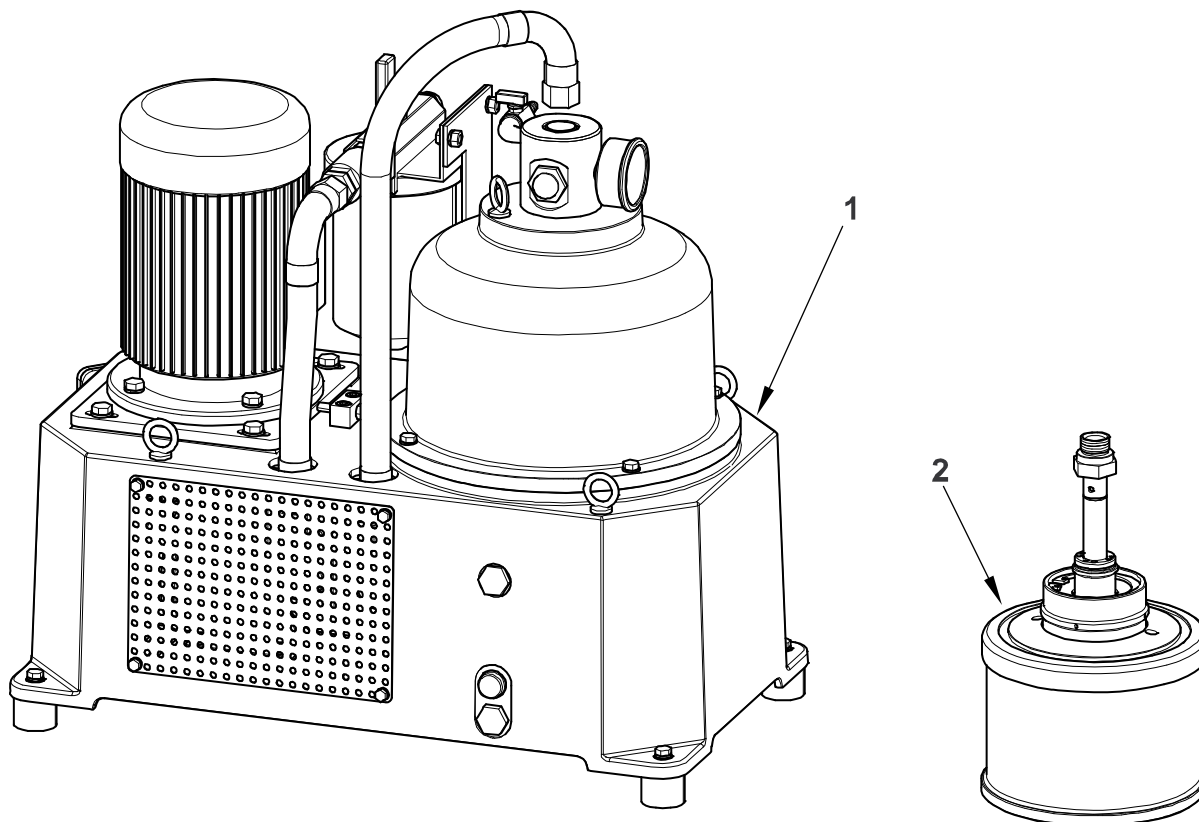

Fig.7
El separador se entrega parcialmente armado, indicativamente es ilustrado en la Fig. 7 y descrito en la Tab.3.
- Si el separador ya se ha usado, desmonte los enchufes / unidades de cubierta y el tazón (Ref.1 y Ref.2 en Tab.3 y Fig.7 al Par.3.1), y lave todas las partes cuidadosamente. Las instrucciones para el desmontaje de esas unidades se explican en Par.8.2 y Par.8.3. Cuando cualquier parte esté totalmente seca, se permite, para un almacenaje más fácil, montar la unidad del tazón y la unidad de los enchufes otra vez (véase Par.4.2).